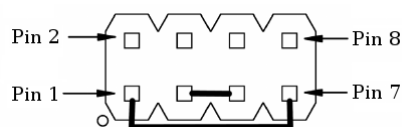

Рисунок 3.3. Включение режима loopback порта RS485 на модуле Салют-ЭЛ24Д2
- для модуля Салют-ЭЛ24Д2 — вилка XP1, см. рисунок 3.3.